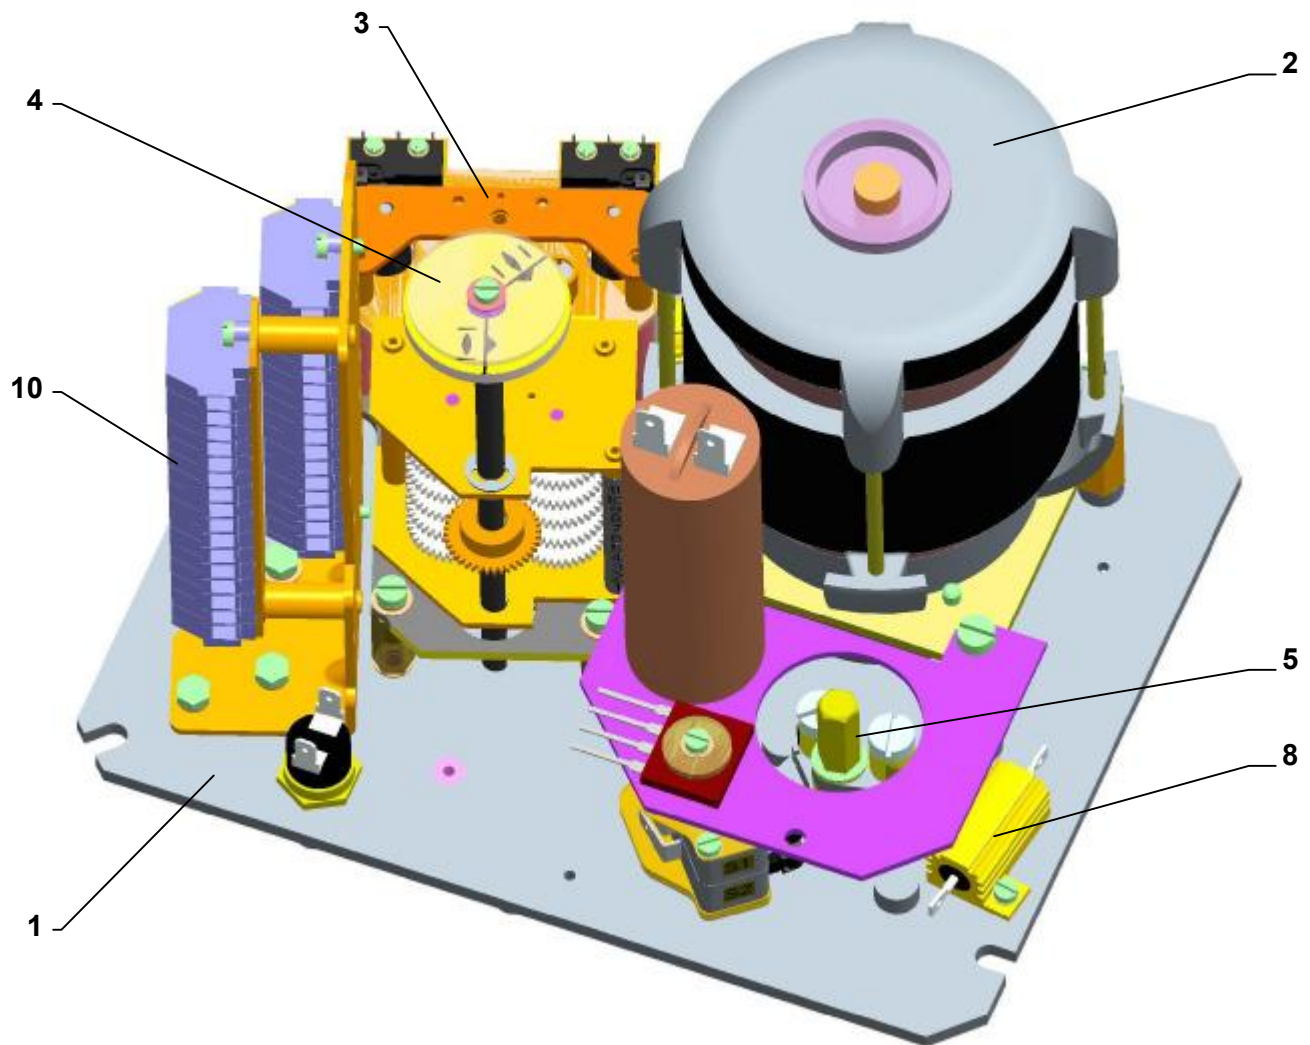

Рис.1
Управляющая часть (рис. 1) размещена на пульте управления (1), который содержит:
- электродвигатель (2) (в случае однофазного с конденсатором)
- моментную единицу (5) - управляемую аксиальным передвижением шнека
- узел положения и сигнализации (3) с механическим местным указателем положения (4)
- нагревательное сопротивление (8) с температурным выключателем
- электрические присоединения с помощью **клеммной колодки** (10) (размещенных в пространстве управления) и кабельных концевых втулок , или с помощью конекторов